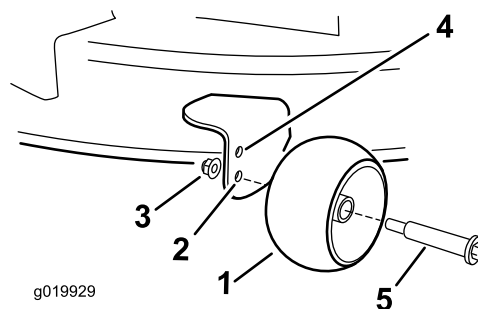

Figure 18
- Trou supérieur – utilisez cette position avec le plateau de coupe à une hauteur de coupe inférieure ou égale à 63 mm (Figure 18).
- Trou inférieur – utilisez cette position avec le plateau de coupe à une hauteur de coupe égale ou supérieure à 76 mm (Figure 18).